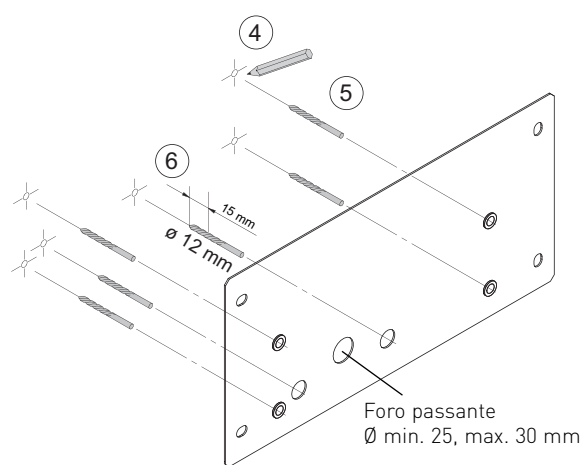

Fig. 17 Traccia ed esecuzione dei fori dal lato alloggiamento
4. Tracciare 6 fori all'esterno dell'alloggiamento del comando – Fig. 17.